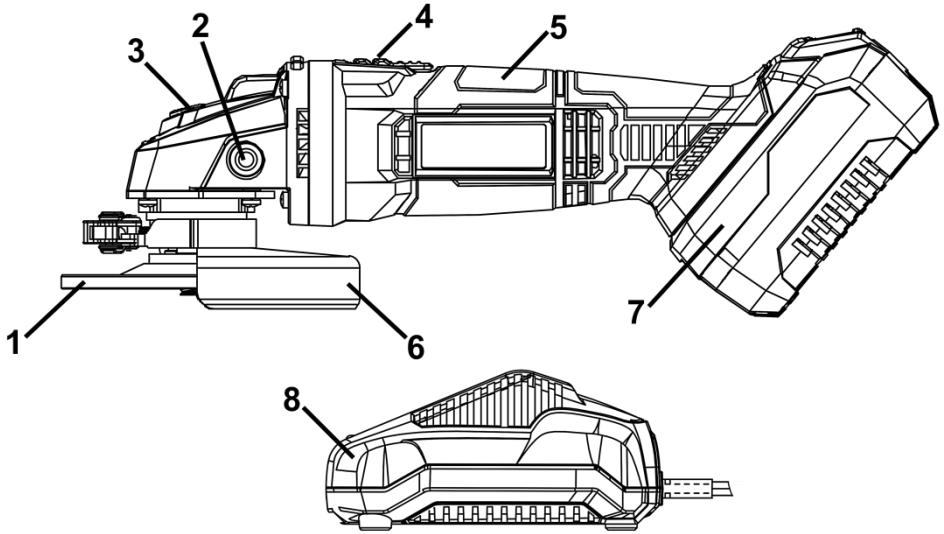

Рисунок 1
2.2.1 Конструкція виробу складається з кінцевого одноступеневого редуктора в металевому корпусі, на шпиндель якого встановлюється абразивний диск, пластикового корпусу (5) з колекторним двигуном постійного струму, перемикачем (4) згідно з рис.1. На металевому корпусі редуктора виконані різні монтажні отвори для встановлення передньої рукоятки (2) та захисний кожух з системою швидкої фіксації (6) та можливістю фіксованого позиціонування по колу. Для фіксації шпинделя під час зміни дисків в корпусі редуктора передбачений кнопковий фіксатор (3). Корпус виконує функцію основної рукоятки і має контактне гніздо до якого приєднується швидкознімна акумуляторна батарея (7) з фіксацією. Зарядний пристрій (8) дозволяє заряджати акумуляторну батарею від побутової мережі змінного струму 220 В, 50 Гц.